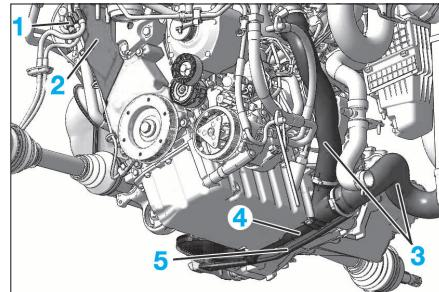
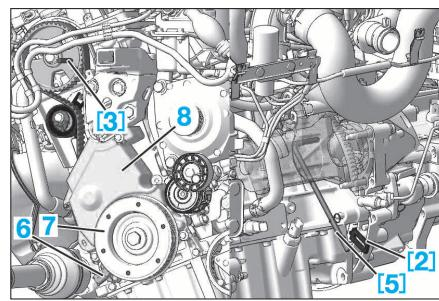

FIG. 16
FIG. 17
- l'agrafe (1) (support des tuyaux gazole) (Fig.16).
- le carter de distribution supérieur (2)
- les raccords d' air de suralimentation (3) et (4)
- le renfort impacteur de berceau (5).
- Piger (Fig.17) :
- le capteur de régime moteur (6)
- la poulie d' entraînement des accessoires (7)